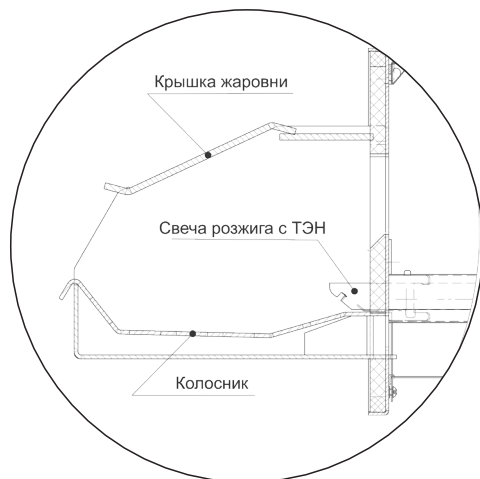

Рис. 36
3. Плоскогубцами или с помощью другого подручного инструмента снимите крышку жаровни (Рис.36).